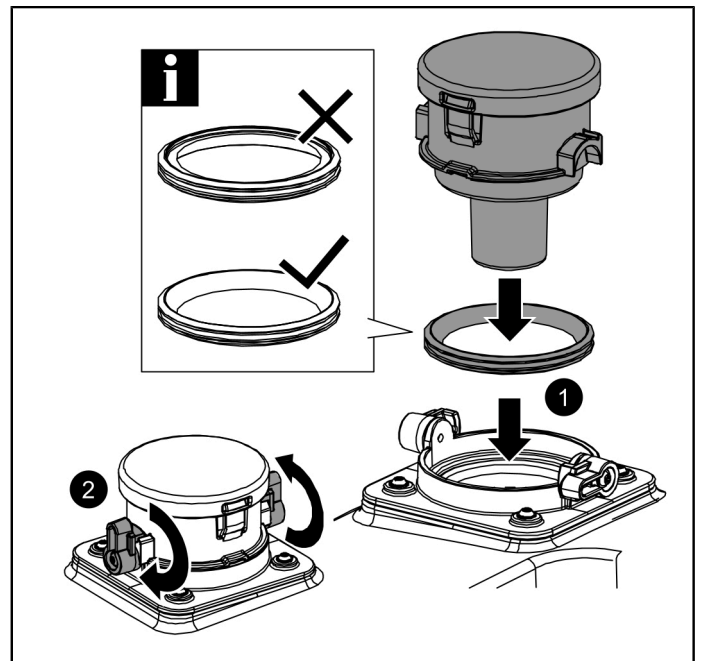

Fig. 6: e
**i** Veillez au bon positionnement du joint entre l'accessoire et le corps de base (voir fig. 6 : e).